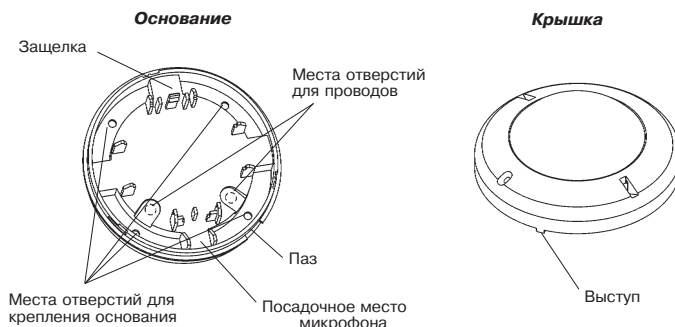

Рисунок 3 – Основание и крышка извещателя
7.1 Снимите крышку извещателя, повернув ее против часовой стрелки до упора (рис. 3).
7.3 Просверлите в основании корпуса отверстия (рис. 3), которые будут использоваться для прокладки проводов и крепления извещателя.